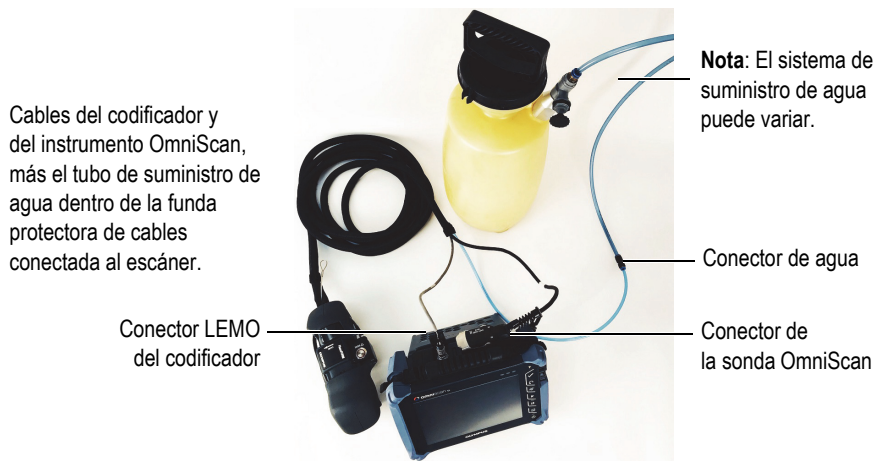

Figura 2-4 Ejemplo de conexiones del escáner
1. Conecte el conector LEMO del codificador al instrumento (vea la Figura 2-4 en la página 33).